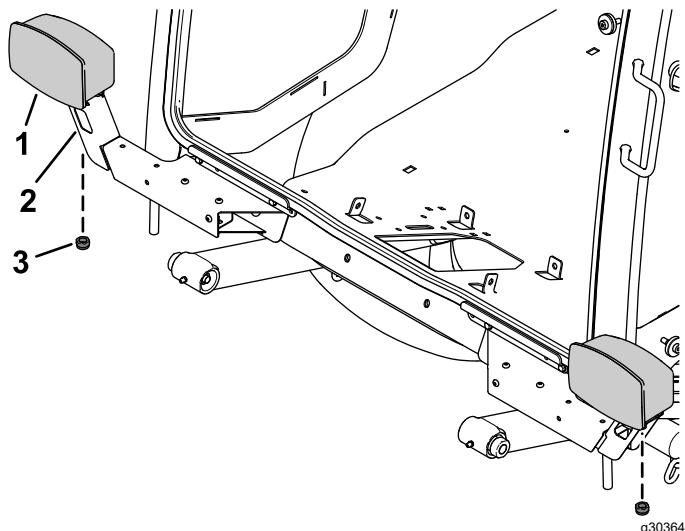

Figur 15
2. Fäst vänster- och högerlampornas monteringsfästen på lampbaserna med tre skruvar med runt huvud ($\frac{1}{4} \times \frac{5}{8}$ tum) som förs in i hastighetsmuttrarna på varje sida (Figur 15).